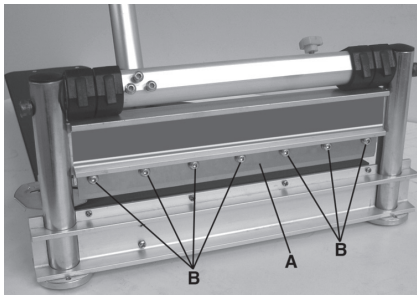

FIGURE 10
1. Pour retirer le couteau (Fig. 10-A), dévissez et retirez les sept vis à tête hexagonaux (Fig. 10-B) en utilisant la clé hexagonale fournie. Retirez soigneusement le couteau.